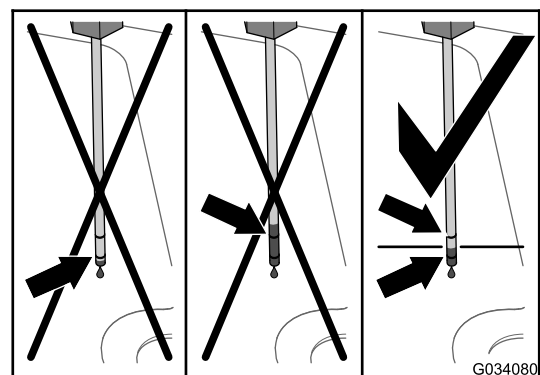

Figure 99
6. Ressortez la jauge et vérifiez le niveau de liquide (Figure 99).
7. Versez le liquide hydraulique spécifié dans le tube de remplissage jusqu'à ce que le niveau se situe entre les 2 repères sur la jauge (Figure 99).